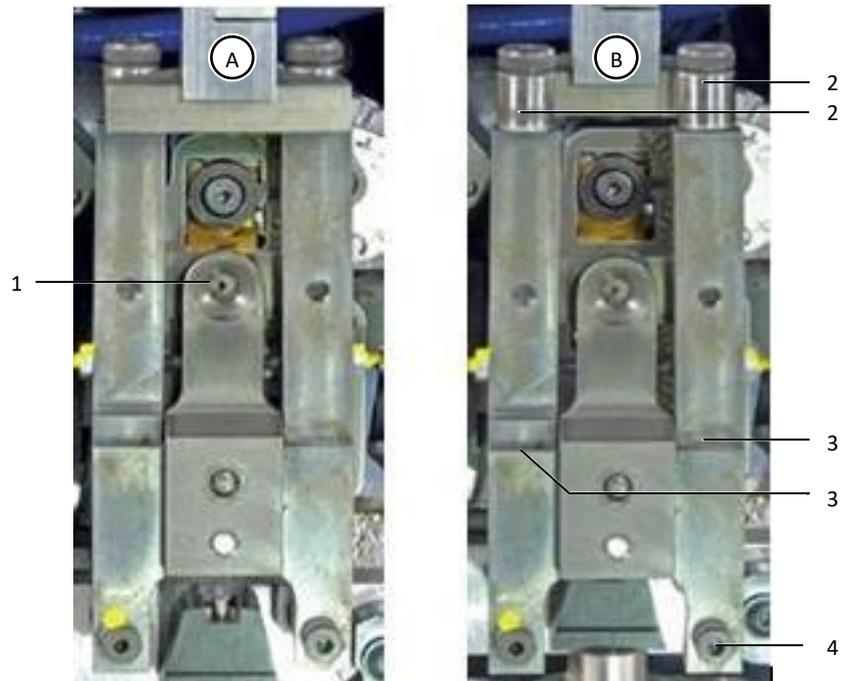

Fig. 23: Unità di fissaggio dei trefoli in posizione operativa (A) e spostata in avanti (B)
- Pulire l'imbuto di inserimento (fig. 23, pos. 1) con un pennello/spazzola.
- Tirare in avanti l'unità di fissaggio dei trefoli (fig. 23, pos. B).
- Verificare che i rulli (fig. 23, pos. 2) siano in grado di muoversi liberamente. Se necessario, lubrificare i punti di rotazione dei rulli.
- Oliare i punti di rotazione (fig. 23, pos. 3) dell'unità di fissaggio dei trefoli.
- Assicurarsi che l'unità di fissaggio dei trefoli sia in posizione avanzata (fig. 23, pos. B).
- Rimuovere la vite in basso a destra dell'unità di fissaggio dei trefoli (fig. 23, pos. 4).